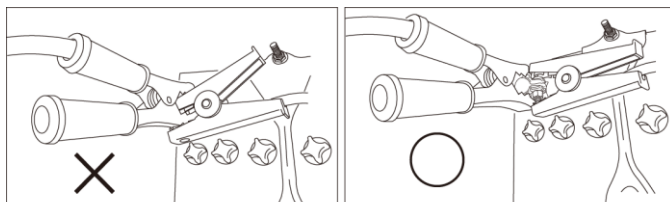

図 4
- ④ ブースターケーブルやジャンプスターター等の+側ワニグチクリップを、バッテリーの+端子に接続してください。
- ⑤ ブースターケーブルやジャンプスターター等の-側ワニグチクリップを、バッテリーの-端子に接続してください。バッテリーの-端子に接続できない場合は、アースを取る為に、バッテリー本体に近い位置でボディに接続してください。
- ※バッテリー接続時に、**本商品のワニグチクリップとブースターケーブルやジャンプスターター等のワニグチクリップを重ねての接続は絶対にしない**でください（図4参照）。